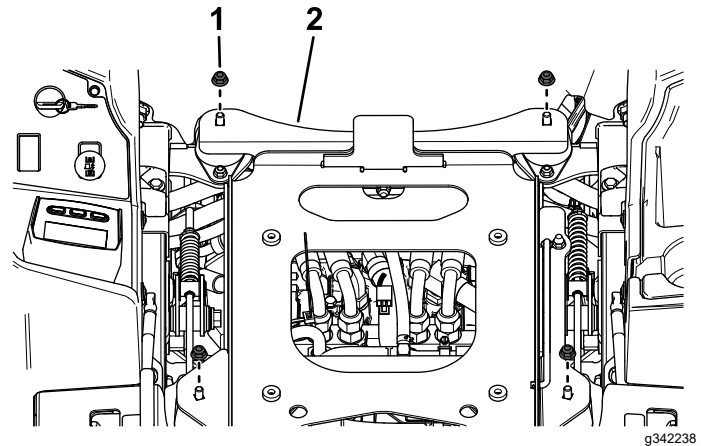

Рисунок 25
2. Видаліть 4 фланцеві гайки (3/8 дюйма) з опори сидіння (Рисунок 25).